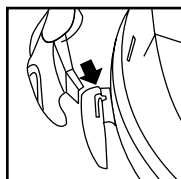

FIGURE 16
23. Enfoncer les pattes du porte-accessoires dans les fentes des anneaux de fixation situés sur l'arrière du couvercle de la cuve. **FIGURE 16.**